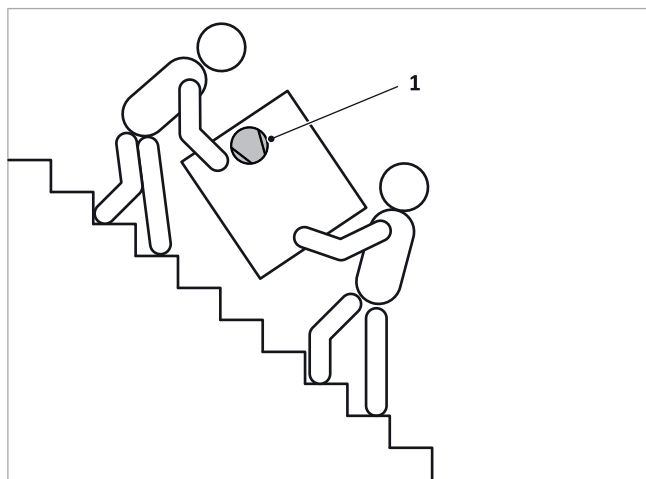

Abb. 3: Transport auf der Treppe
- Wenn das Gerät beim Transport angekippt werden muss, darf dies nur kurzzeitig über eine der Längsseiten geschehen, der Verdichter, siehe → Abb. 3 (1), soll sich dabei stets oben befinden